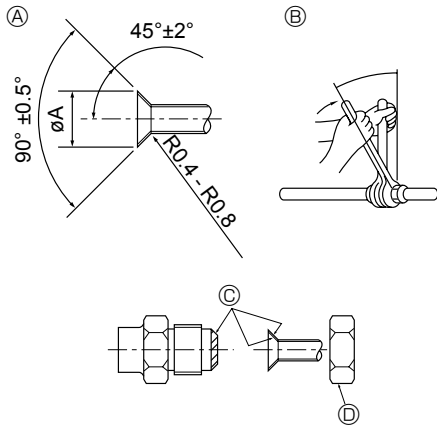

Fig. 4-1
- 4.1. Connexion des tuyaux (Fig. 4-1)